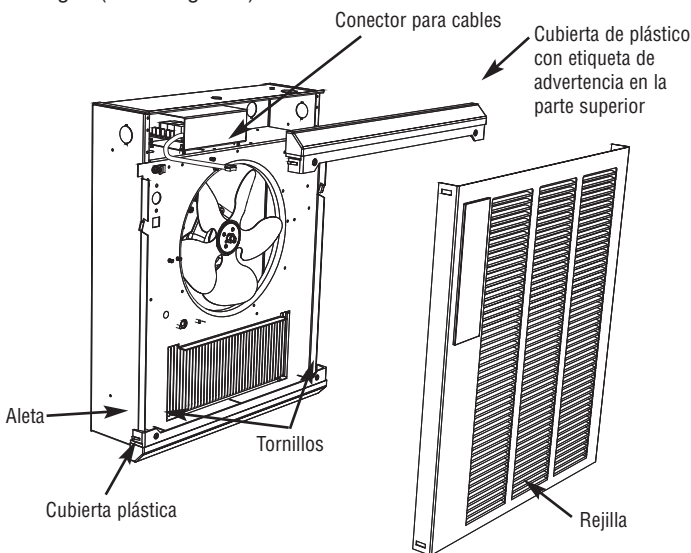

Figura 5. Instalación del conjunto de rejilla
1. Lleve el interruptor Encendido/Apagado (ON/OFF) a la posición Encendido (ON).
2. Instale las dos (2) cubiertas plásticas en la caja posterior, como sigue (vea la Figura 5):